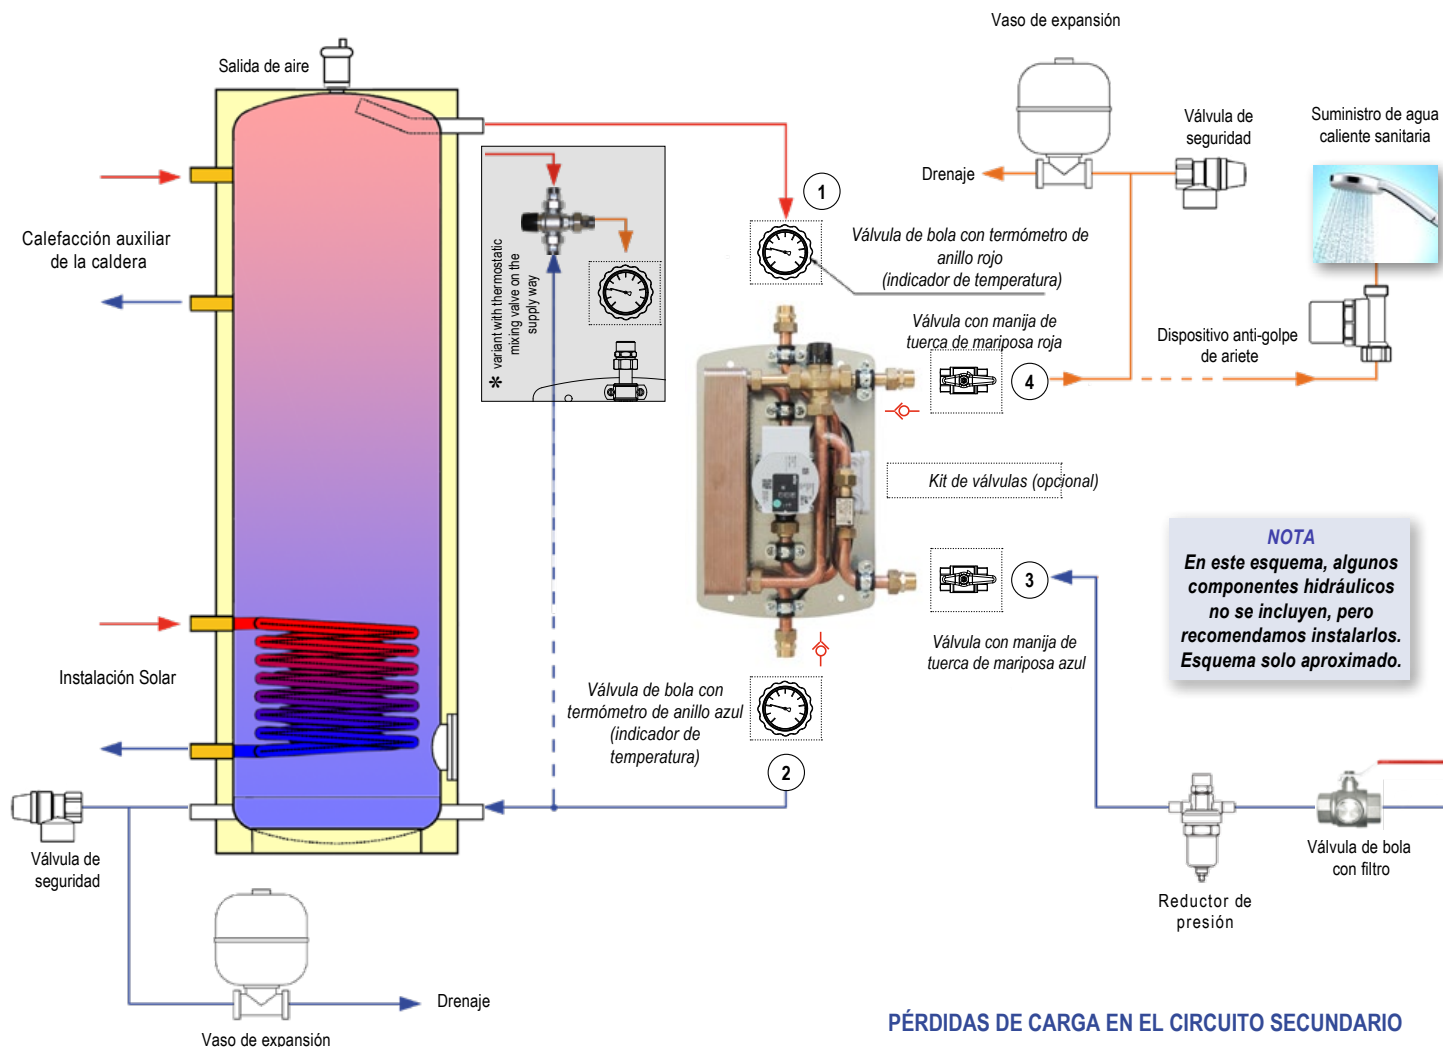

Imagen 1: Diseño de una planta para el suministro de agua potable utilizando ModvFresh 2 T
- ✓ Monte el juego de válvulas de conexión (opcional) según la imagen 1.
La temperatura en el acumulador debe ser casi 10 K superior a la temperatura deseada del agua sanitaria. Las diferencias de temperatura más elevadas permiten prolongar el tiempo de suministro de agua caliente. En presencia de agua calcárea, recomendamos no superar la temperatura de 70 °C (suministro desde el acumulador) para evitar la formación de incrustaciones de cal en el lado secundario del intercambiador de placas; en caso contrario, instale una válvula termostática (Fig. 1).